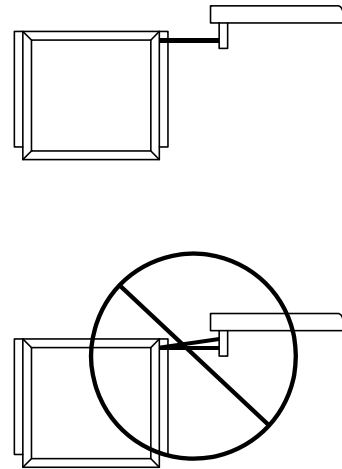

Figura 17
5. Ajuste los pernos de cadena para apretar la cadena. La cadena debe colgar no más de una (1) pulgada por cada 10 pies de recorrido. No apriete de más la cadena. **¡¡IMPORTANTE!! Asegúrese que la cadena esté paralelo a la puerta (figura 17). Instalar la cadena de cualquier otra manera causará excesivo ruido, desgaste y aflojamiento de la cadena.**